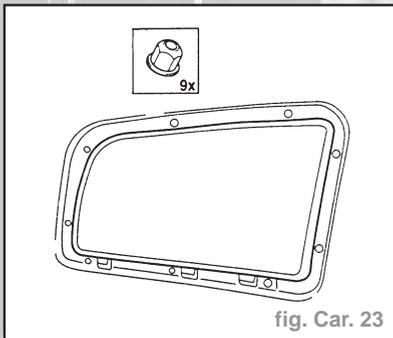

fig. Car. 23
- Déposer la garniture intérieure du montant D, la garniture intérieure du montant C en haut et la fenêtre latérale (fig. Car. 23).